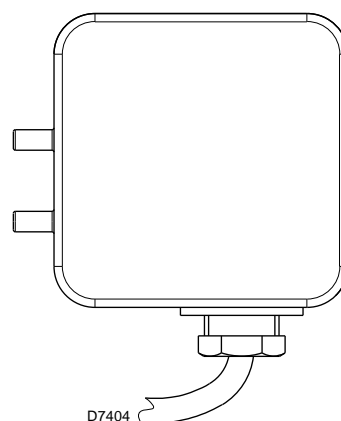

Fig. 19
- Regolare il pressostato aria (Fig. 19) ad inizio scala.
Eseguire la regolazione del pressostato aria (Fig. 19) dopo aver effettuato tutte le altre regolazioni del bruciatore con il pressostato aria regolato a inizio scala.